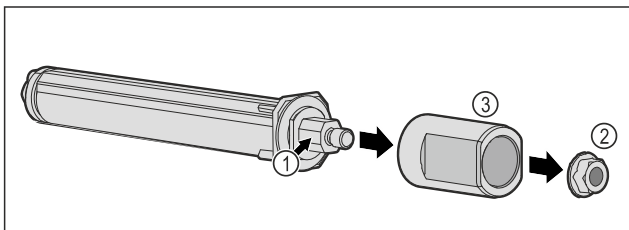

Fig. 58
- ▶ Neardykite durų uždarymo sistemos Fig. 58 (1).
- ▶ Atsukite veržlę Fig. 58 (2).
- ▶ Nuimkite įvorę Fig. 58 (3).